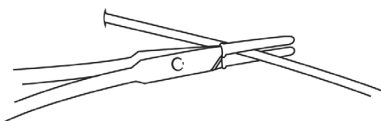

Fig. 1
1. Området klargøres. Kateteret afklemmes grundigt med en gummibeklædt tang nær indgangsstedet på huden. (Fig. 1)